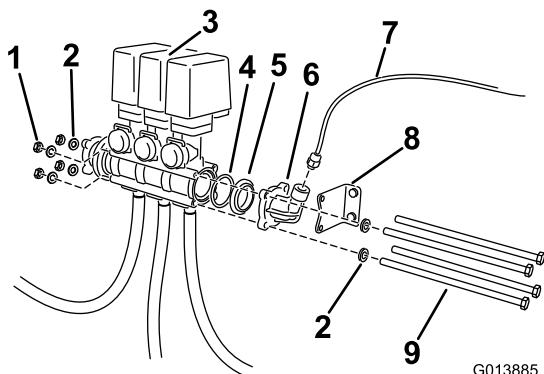

图4
2. 旋松紧固阀门总成 (图4) 的长螺栓和紧固件。卸下并留好所有紧固件。将阀门总成移至右侧。
3. 卸下弯头适配器和垫片 (图4)。找到固定在现有阀体底部的 O 形圈。留好所有零件。从现有阀门总成上卸下支架。